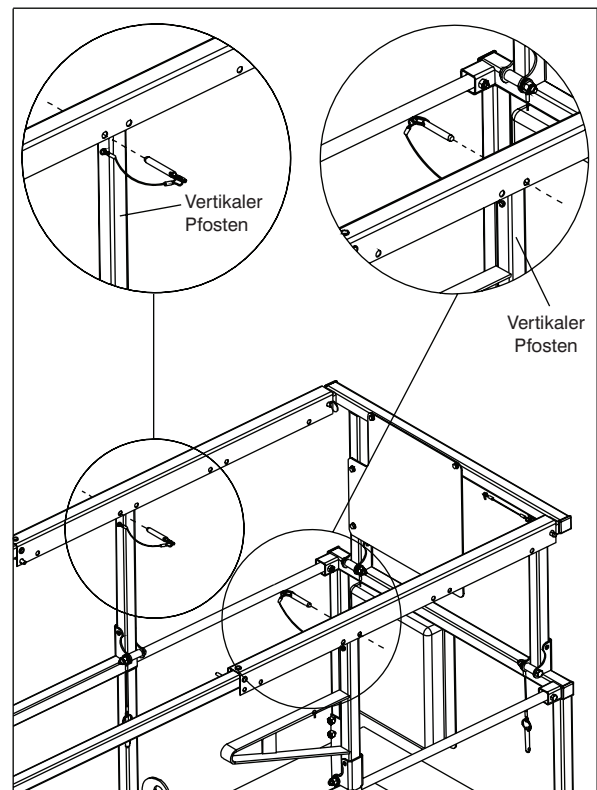

Abbildung 3-12. Manuelle Plattformverlängerung mit unterschiedlichen Positionen
2. Nach dem Aus- bzw. Einschieben die Verriegelungsbolzen wieder einsetzen. Einen Bolzen auf der einen Seite der MEWP vor dem vertikalen Pfosten, den anderen Bolzen auf der anderen Seite der MEWP hinter dem vertikalen Pfosten einsetzen, damit die manuelle Plattformverlängerung während der Fahrt oder dem Transport nicht verrutschen kann. Siehe Beispiel in Abbildung 3-12.